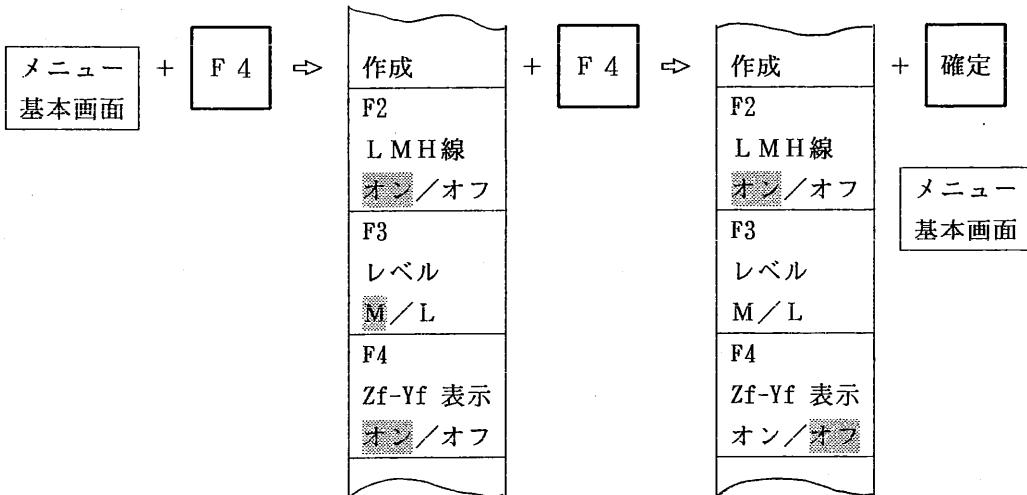

図 9.3.13 Zf-Yf表示のオフの手順
- ① 選択キー〔F 4〕を1回押すと図9.3.13の選択メニューが表示されます。このメニューの〔F 4〕の項を見ると、〔オン〕の部分にカーソルがあります。
- ② [オフ]に切り替える場合には、選択キー〔F 4〕を1回押します。カーソルが〔オフ〕に移りますからそれを確認して確認キーを1回押します。